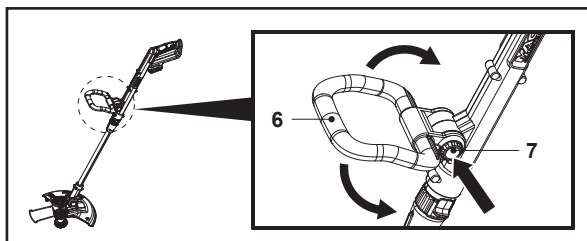

Fig. 4
1. Prima o bloqueio da pega auxiliar (7) (Fig. 4).
2. Ajuste a pega auxiliar (6) (Fig. 4).
3. Solte o bloqueio da pega auxiliar (7).
4. Certifique-se de que a pega auxiliar (6) está bloqueada no devido lugar.